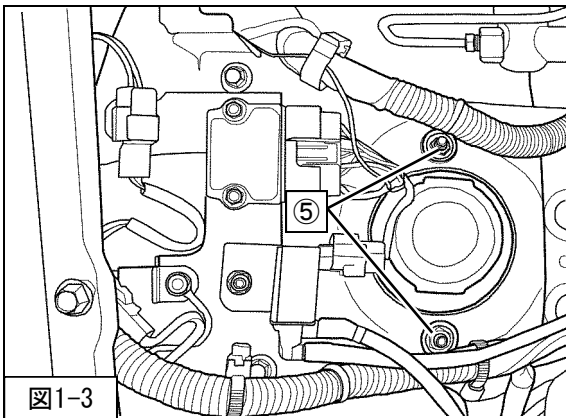

図1-3
6. ⑤フロントサスペンションASSYアッパー取付ナットを取外してください。(図1-3)